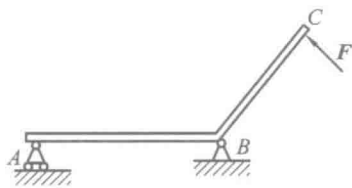

图 1.13
- 如图 1.13 所示弯杆 ABC,不计重量,C 点处受力 F 作用,用作图法可通过_____定理,确定 B 点处支座反力的作用线位置。